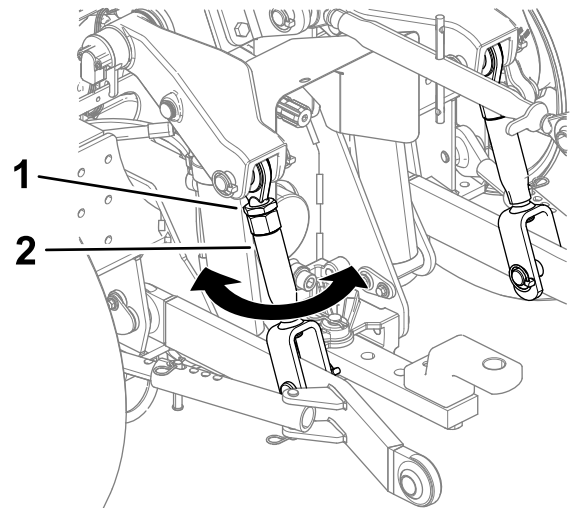

Figura 24
1. Afloje la contratuerca en uno de los tirantes de elevación (Figura 24).
2. Ajuste el tirante de elevación hacia dentro o hacia fuera hasta que el accesorio esté nivelado (Figura 24).
3. Apriete la contratuerca (Figura 24).